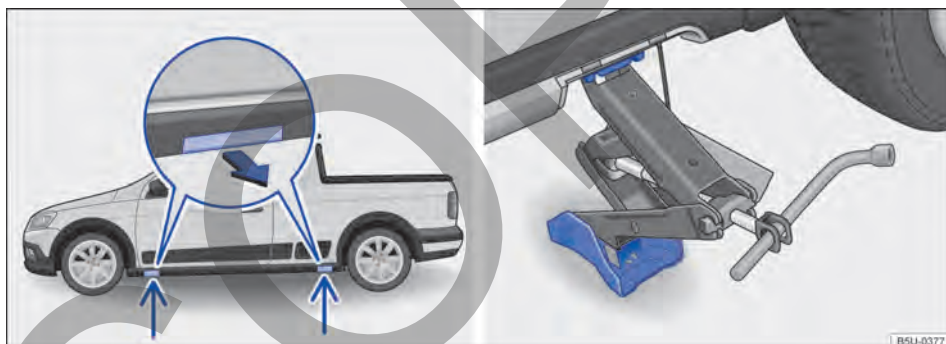

Fig. 223 Puntos de apoyo del gato y gato colocado en el lado izquierdo trasero del vehículo - vehículos con estribos exteriores.
El gato únicamente se puede colocar en los puntos de apoyo indicados (cubierta extraíble) → fig. 223. Es válido el punto de apoyo ubicado próximo a la rueda correspondiente → ⚠.
7. Desencajar la cubierta de acceso al punto de apoyo del gato, en el sentido de la flecha → fig. 223.
9. Garantizar que la base del gato, con toda su superficie, esté sobre el piso y que la base se encuentre perpendicularmente por debajo del punto de colocación → fig. 223.
10. Alinear el gato y, simultáneamente, levantar la garra del gato hasta que se encaje en el travesaño debajo del vehículo → fig. 223.
- Posicionar el gato únicamente en los puntos indicados. La garra del gato debe encajarse en el perfil del larguero de forma segura → fig. 223.